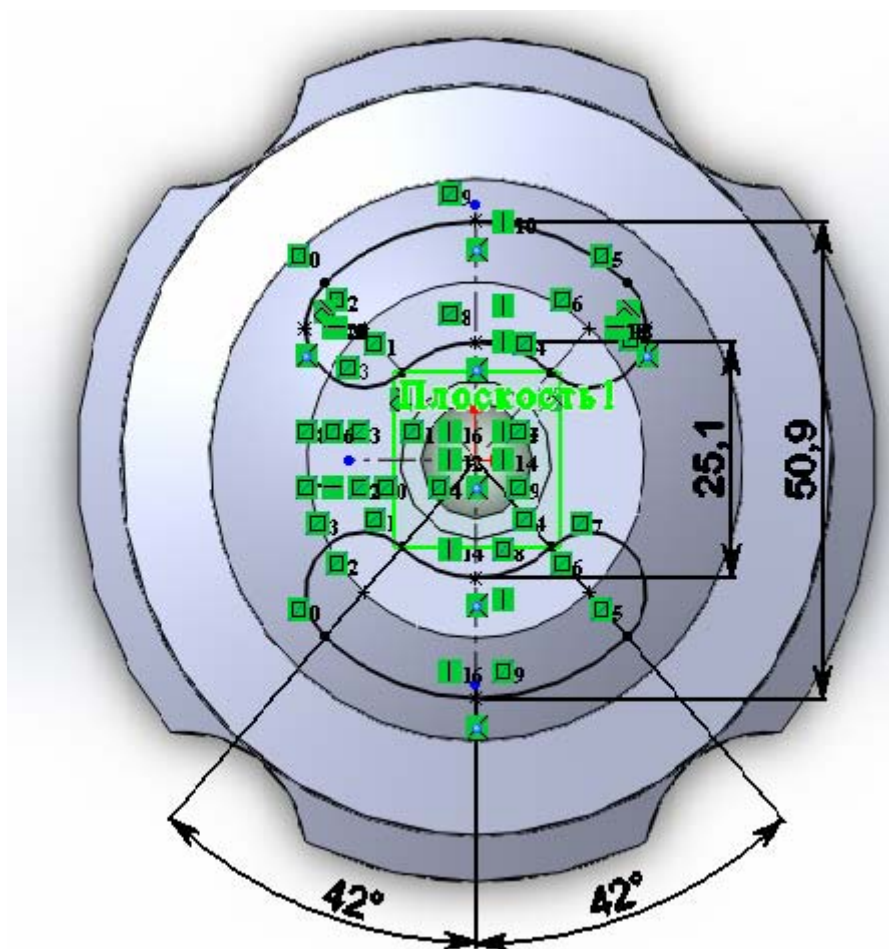

Рис.14. Ескізи для проточки
11. На новоствореній площині побудуємо ескіз та застосуємо такі інструменти: «Зеркально отразить», «Отсечы объекты» (Рис.14)